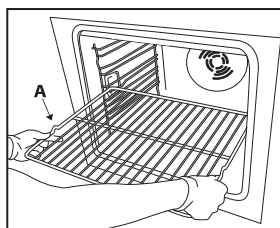

Fig.1
1. Inserire la griglia orizzontalmente, con la parte rialzata "A" orientata verso l'alto (Fig.1).